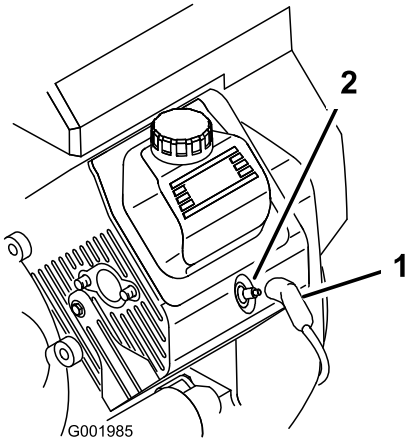

Figura 44
- Desconecte los cables de las bujías (Figura 44).
- Conecte los cables a las bujías (Figura 44).